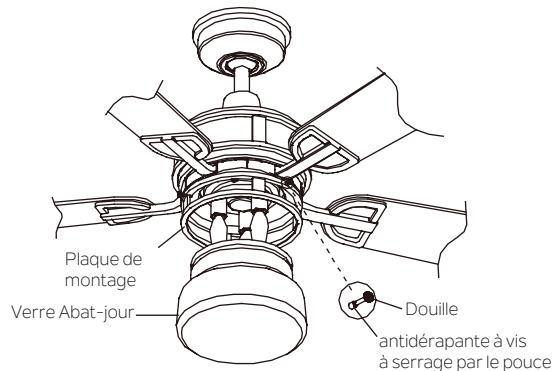

Fig. 24
**Étape 2.** Placer la douille antidérapante à l'extrémité de la vis à ailettes avec tête moletée. Soulever l'abat-jour en verre en le plaçant contre la plaque de montage et serrer fermement à la main uniquement avec les 3 vis à ailettes pour éviter d'endommager le verre. Ne pas trop serrer les vis (Fig.24).